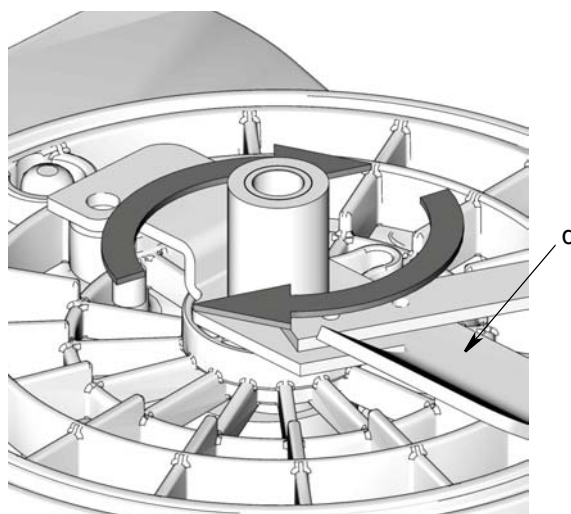

FIG. 5
6. **Pour toutes les installations**, tourner le levier (d) dans le sens horaire pour le relâcher et le retirer de la base G3 (FIG. 5).